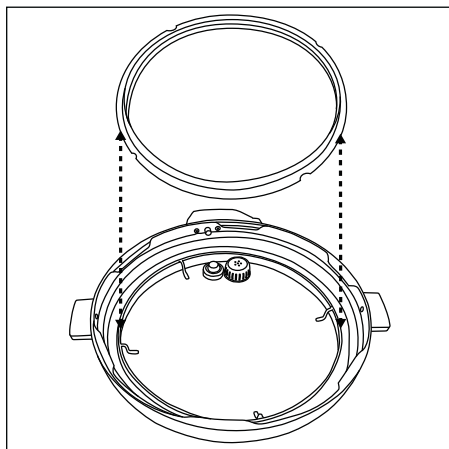

Fig. 4
- 4) Placez le joint d'étanchéité **21** dans le couvercle **5** (fig. 4). Contrôlez si le joint d'étanchéité **21** est correctement positionné dans le support **23**. Une rainure se trouve au centre du joint d'étanchéité **21**. Poussez entièrement le joint d'étanchéité **21** derrière le support **23** correspondant de manière à ce que le support **23** pénètre dans cette rainure.